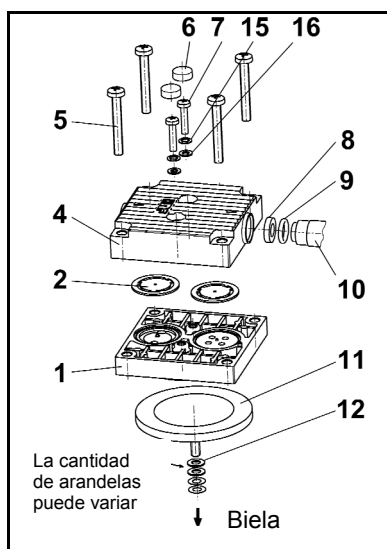

Fig. 10: Cabezal de bomba
Colocar de nuevo la pieza distanciadora (fig. 10/8) en la tapa de cabezal (4); insertar el tubo de conexión (10) en el orificio de la tapa de cabezal.
- i** Debe prestarse atención para que la junta tórica (9) quede apoyada en el extremo del tubo de conexión.
2. Colocar los dos cabezales de bomba, unidos entre sí por conexión (conexiones) neumática(s), sobre la carcasa según las marcas (M).
- i** Prestar atención a que la cubierta (13) quede apoyada en el cabezal de bomba y no quede aplastada. Para ello, pasar un destornillador pequeño con cuidado entre la cubierta (13) y el cabezal de bomba.
- i** Si la cubierta queda aplastada entre la placa intermedia (1) y la tapa de cabezal (4), la bomba no alcanzará la potencia neumática nominal.
3. Apretar los tornillos (5) en cruz en ambos cabezales de bomba manualmente (par de apriete: 3 Nm).